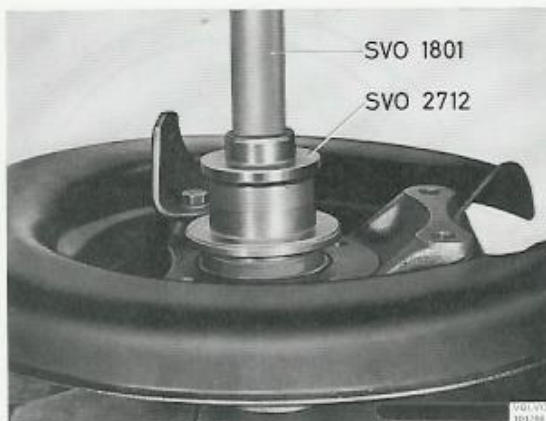

Bild 23. Montering av yttre tätningring
10. Driv den nya tätningringen i bromshållaren (justermuttern) med dorn SVO 2712, bild 23. Fyll utrymmet mellan tätningssläpparna med fett.